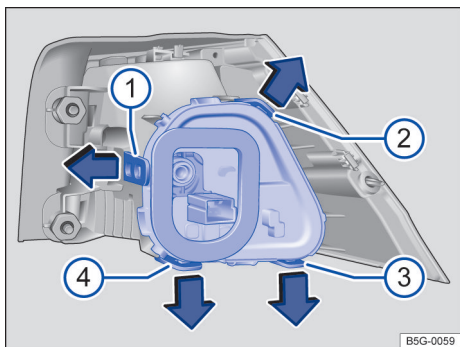

Fig. 190 Lanterna traseira na carroceria: desinstalação do suporte da lâmpada. ① a ④ linguetas de travamento.
- ① Para destravar o suporte das lâmpadas, pressione cada lingueta de travamento → Fig. 190 ① a ④ no sentido das setas.
- ② Extraia o suporte da lâmpada da lanterna traseira.
- ③ Substitua a lâmpada com defeito por outra nova do mesmo tipo.
- ④ Coloque o suporte da lâmpada na lanterna traseira. Todas as linguetas de travamento devem encaixar de modo audível.